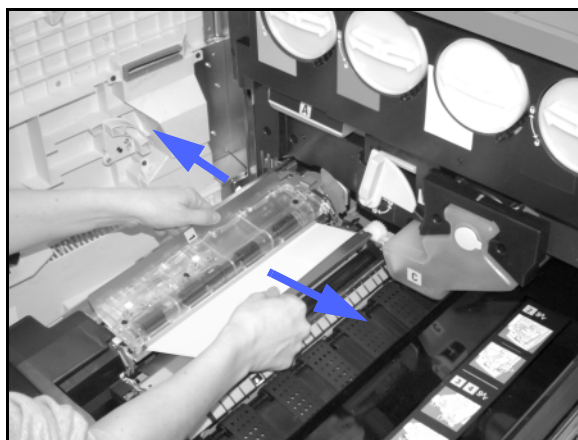

Figure 10 : Zone de pré-repérage 1
- 4** Dans la zone de pré-repérage, relevez le déflecteur **1** puis retirez toute feuille présente dans cette zone avec précaution (voir la figure 10). Appuyez sur le déflecteur pour le refermer.